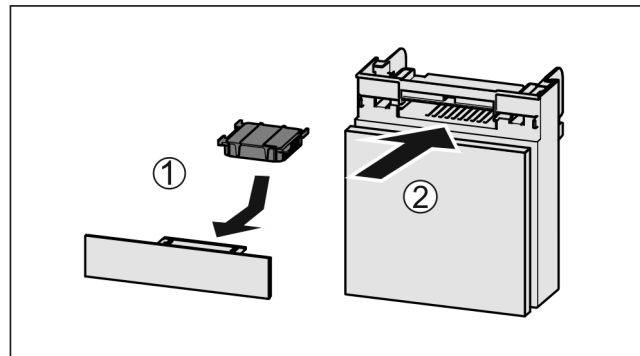

Fig. 191
- ▶ Actiefkoolfilter overeenkomstig afbeelding aanbrengen Fig. 191 (1).
- ▶ Actiefkoolfilter klikt niet vast. Als het actiefkoolfilter naar onder wijst: Lade erin schuiven Fig. 191 (2).